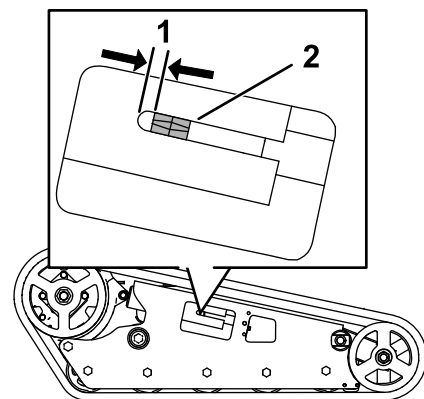

Figure 57
L'écrou de tension doit se trouver à 1,3 cm de distance par rapport à l'arrière de la fente du tube de tension (Figure 57). Si ce n'est pas le cas, réglez la tension des chenilles comme suit :
5. À l'aide d'un rochet de 1/2 pouce, tournez la vis de tension dans le sens antihoraire jusqu'à obtention d'un espacement de 1,3 cm entre l'écrou de tension et l'arrière de la fente du tube de tension, comme montré à la Figure 57.